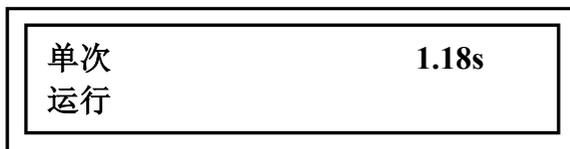

图 2
(2) 在图 1 界面可以通过“**增**”“**减**”键对单次运行时间设置, 设置好时间后, 可以按下“**启/停**”键启动一次分装工作, 进入到如图 2: